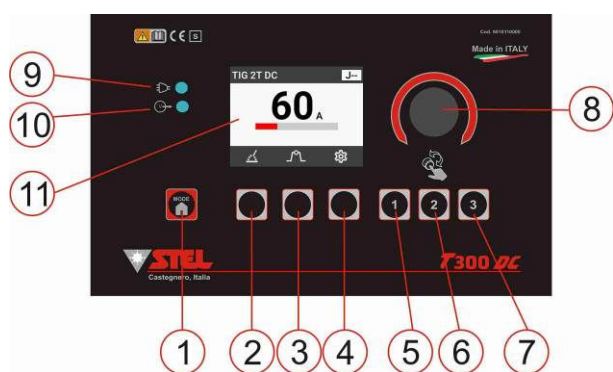

Fig.1
- Premere il pulsante MODE/HOME (Fig.1,rif.1);
- Ruotare l'encoder (Fig.1,rif.8) e selezionare STICK ;
- Premere l'encoder (Fig.1,rif.8) per confermare la scelta del processo di saldatura;
1) Premere il pulsante  (Fig.1, rif.2)
- 2) Selezionare la funzione Manual tramite l'encoder (Fig.1,rif.8).
3) Per confermare la scelta premere l'encoder (Fig.1,rif.8).
- 1) Premere il pulsante  (Fig.1, rif.2)
2) Selezionare la funzione EASY SET tramite l'encoder (Fig.1,rif.8).
3) Per confermare la funzione selezionata premere l'encoder (Fig.1,rif.8).
5) Per confermare la funzione selezionata premere l'encoder (Fig.1,rif.8).
- 6) Selezionare il tipo di elettrodo tramite l'encoder (Fig.1,rif.8);
7) Per confermare premere l'encoder (Fig.1,rif.8).
- 8) Selezionare il diametro dell'elettrodo tramite l'encoder (Fig.1,rif.8).
9) Per confermare la scelta premere l'encoder (Fig.1,rif.8).
- 1) Per entrare nel menù delle impostazioni premere il pulsante  (Fig.1,rif.3).
- 2) Selezionare la funzione da modificare tramite l'encoder (Fig.1,rif.8)
3) Per modificare il valore della funzione scelta premere l'encoder (Fig.1,rif.8) e ruotare l'encoder;
- 1) Premere il pulsante  (Fig.1,rif.3) per accedere al menu STICK SETTINGS.
- 2) Selezionare la funzione VRD 18V ruotando l'encoder (Fig.1,rif.8).
- 3) Premere l'encoder (Fig.1,rif.8) e successivamente ruotarlo per attivare il VRD (ON).
- 4) Premere il pulsante MODE/HOME (Fig.1,rif.1) per tornare alla schermata principale
premere il pulsante  (Fig.1,rif.3).
2) Qui è possibile regolare la frequenza di pulsazione da 0,4 a 5 Hz, ruotando l'encoder (Fig.1,rif.8) ;
3) Premere l'encoder (Fig.1,rif.8) per passare alla schermata di regolazione del DUTY CYCLE ;
4) Ruotare l'encoder (Fig.1,rif.8) per modificare il valore del Duty Cycle;
5) Premere l'encoder (Fig.1,rif.8) per passare alla schermata di regolazione della CORRENTE DI BASE ;
6) Ruotare l'encoder (Fig.1,rif.8) per modificare il valore della corrente di base;
7) Premere il pulsante MODE/HOME (Fig.1,rif. 1) per tornare alla schermata principale;